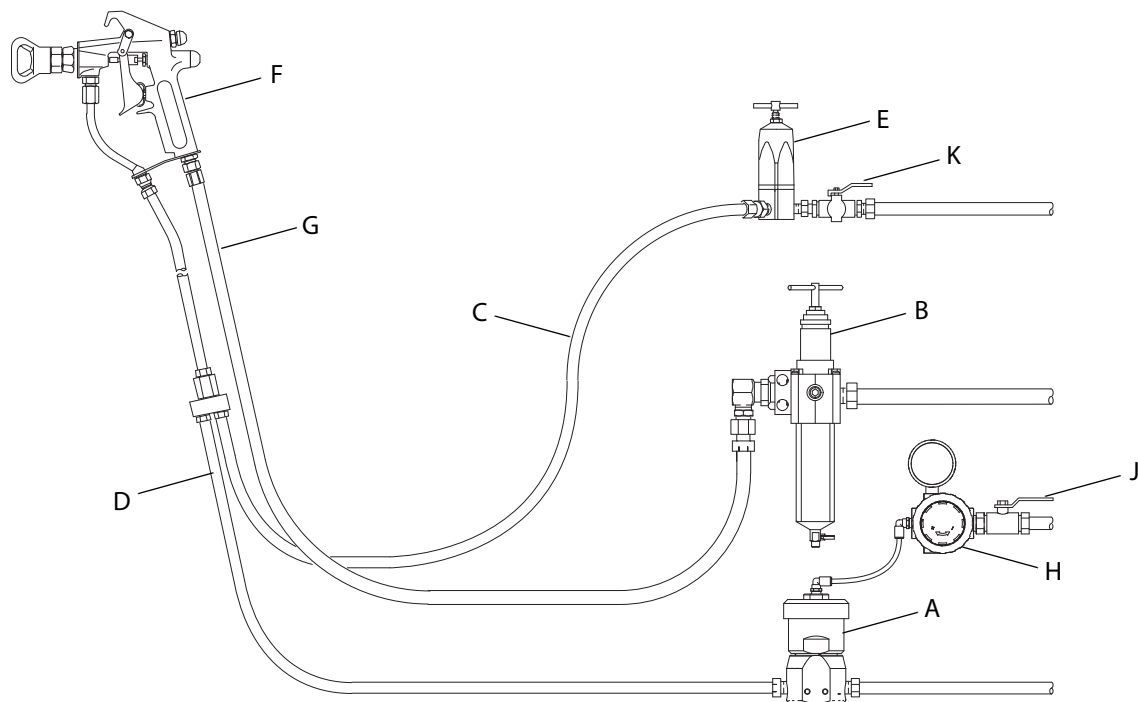

Рис. 1: Стандартная установка: Одноконтурная циркуляционная распылительная станция
Стандартный вариант установки, изображенный на рис. 1, является лишь примером проектирования системы. За помощью в проектировании системы в соответствии с имеющимися потребностями обращайтесь к вашему дистрибьютору компании Graco.
1. Установите регулятор обратного давления (BPR) (A) в обратную линию для материала (D) или в обратную линию контура циркуляции. См. Рис. 1. Удостоверьтесь, что BPR надежно установлен в жесткой системе трубопровода. В случае использования гибких линий подачи материала для надежной установки регулятора потребуется использовать два монтажных отверстия с резьбой 1/4 - 20, расположенные на боковой стороне регулятора.
2. BPR (A) имеет одно впускное отверстие диаметром 3/8 дюйма и одно отверстие диаметром 1/4 дюйма, предназначенное для манометра. (Отверстие для манометра может быть использовано в качестве дополнительного впускного отверстия, предназначенного для областей применения, требующих низкого потока материала. Два выпускных отверстия 3/8 дюйма npt.